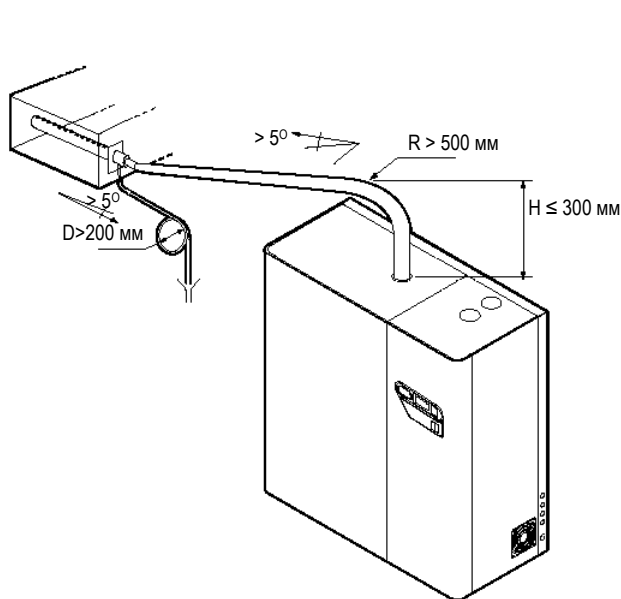

Рис. 4.3.2
1. Подъем вертикально вверх на высоту не менее 300 мм, далее сгиб с радиусом не менее 500 мм и постепенный наклон вниз не менее  $5^\circ$  (см. Рис. 4.3.2);
Конец трубки для отвода конденсата подсоединяется к ближайшей дренажной системе с минимальным наклоном  $5^{\circ}$  для обеспечения самотека (см. Рис. 4.3.2 и 4.3.3).